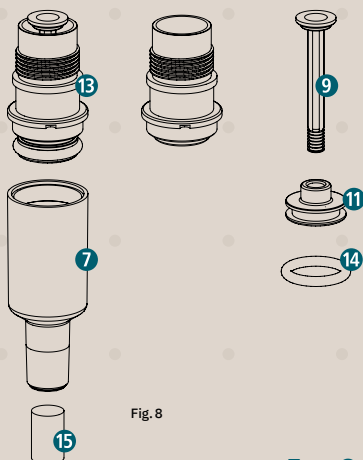

Fig. 8
- Tournez avec précaution le cône de la pipette **7** dans le sens horaire des aiguilles d'une montre. Retirez la bague d'appui **11** de l'ensemble de piston **13**. Une fois le joint torique **14** ôté, vous pouvez nettoyer le ressort **8** et le piston **9** (Fig. 8).